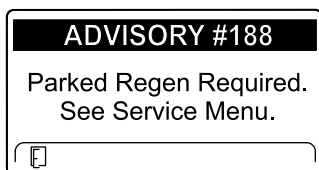

Figura 52
- Parked regeneration required (Es necesaria una regeneración con la máquina aparcada) ADVISORY #188 (Aviso n.º 188) (Figura 52)